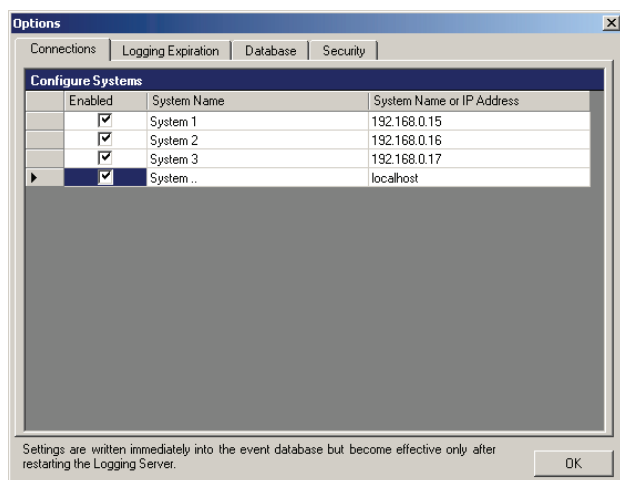

Abb. 56.6: System hinzufügen (1)
- 1 Klicken Sie auf das Feld *Enabled* der mit einem Sternchen (*) markierten Zeile. Daraufhin wird der Systemliste eine neue Zeile hinzugefügt (siehe Abb. 56.6).